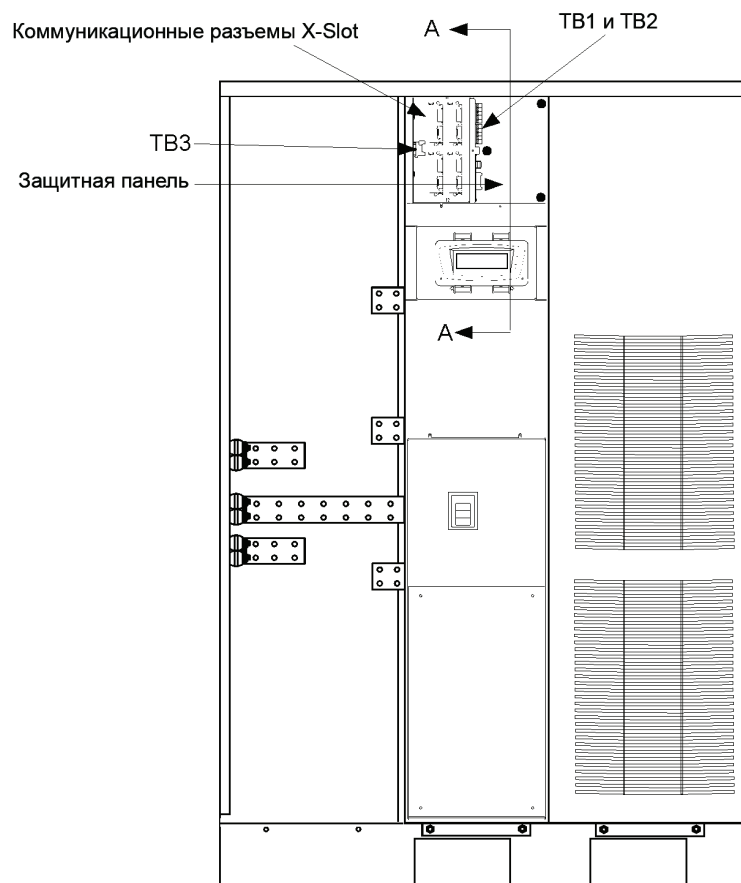
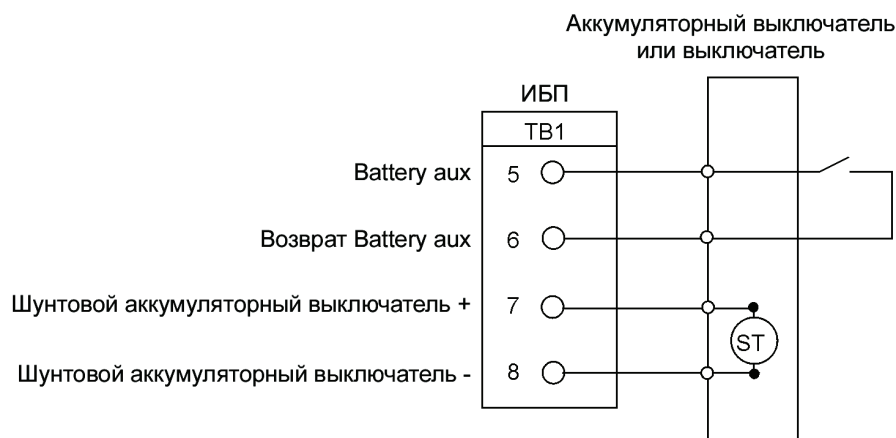
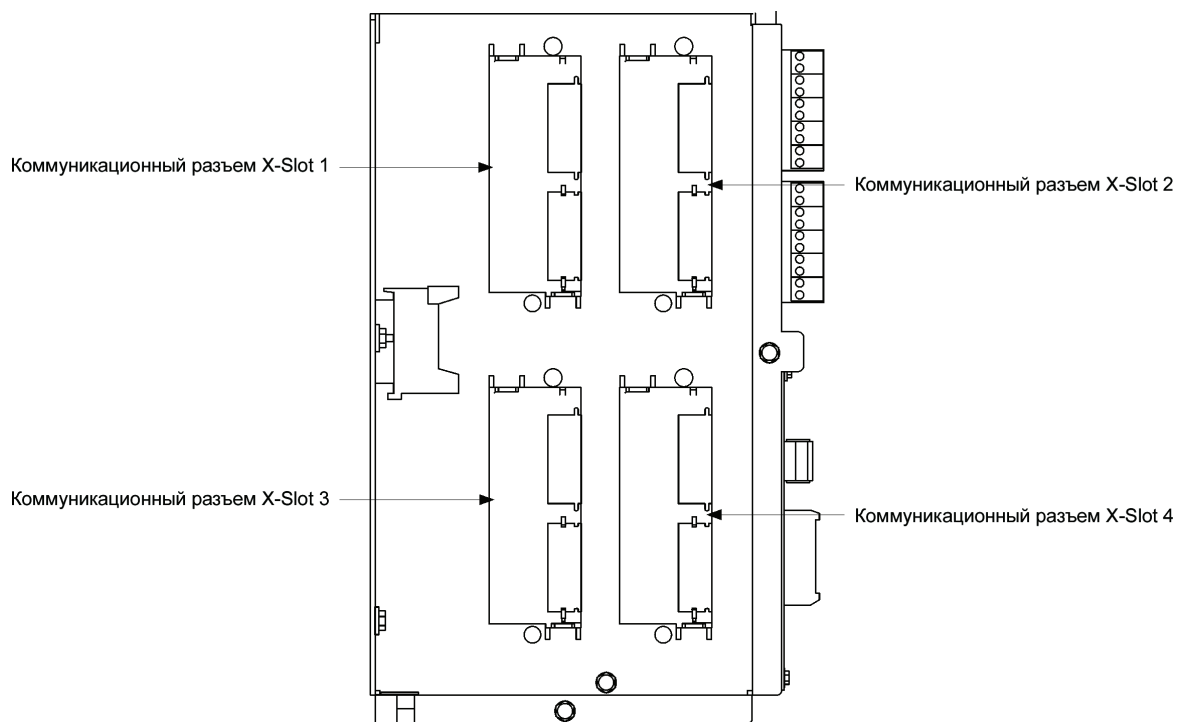

Рис. 4-8. Расположение интерфейсных клемм
Рис. 4-11. Типовое подключение интерфейса аккумулятора
Рис. 4-12. Коммуникационные разъемы X-Slot
7. Клеммный блок ТВ3 находится слева от коммуникационного разъема X?Slot. Для доступа к клеммным блокам ТВ1, ТВ2 и вводным пластинам интерфейсной проводки выкрутите винты крепления защитной панели и снимите эту панель. Панель находится справа от коммуникационного разъема X?Slot (см. Рис. 4-8 на стр. 41).
Для информации о подключении разъемов ТВ1, ТВ2 и ТВ3 см. Рис. 4-10, а для узла АА см. Рис. 4-9. Коммуникационные разъемы X-Slot представлены на Рис. 4-12.
7. Для доступа к клеммному блоку ТВ1 и вводным пластинам интерфейсной проводки выкрутите винты крепления защитной панели и снимите эту панель. Панель находится справа от коммуникационных разъемов X-Slot (см. Рис. 4-8 на стр. 41).
8. Расположение соответствующих клемм, а также требования по проводке и ее подключению см. в Табл. 4-1 на стр. 44, и Рис. 4-8 - Рис. 4-11.
5. Проведите и подключите линию LAN, телефонную линию и другие кабели к соответствующим картам X-Slot. Расположение X-Slot см. на Рис. 4-8 на стр. 41 и Рис. 4-12.
8. Для доступа к клеммным блокам TB1, TB2 и вводным пластинам интерфейсной проводки выкрутите винты крепления защитной панели и снимите эту панель. Панель находится справа от коммуникационных разъемов X-Slot (см. Рис. 4-8 на стр. 41).
11. Расположение соответствующих клемм, а также требования по проводке и ее подключению см. в Табл. 4-1 на стр. 44, а также Рис. 4-8 - Рис. 4-10.
6. Установите карту HotSync CAN Bridge в открытый коммуникационный разъем X-Slot в передней части ИБП. Расположение коммуникационных разъемов X-Slot см. на Рис. 4-8 на стр. 41 и Рис. 4-12 на стр. 46.